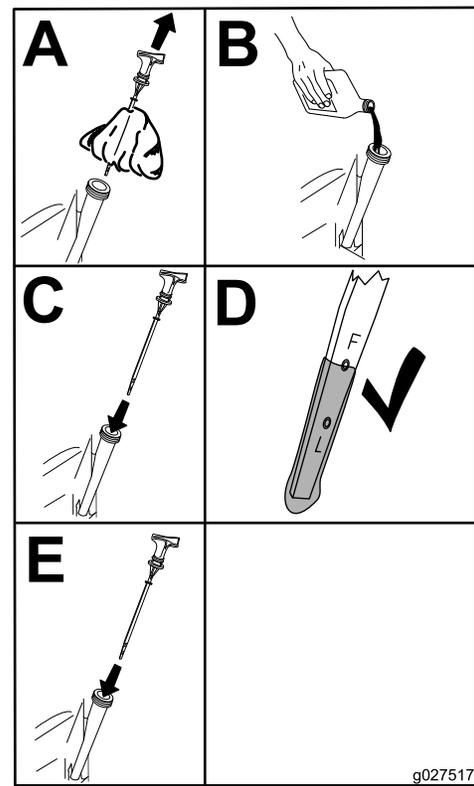

Figure 40
6. Versez avec précaution environ 80 % de la quantité d'huile spécifiée dans le goulot de remplissage (Figure 40).